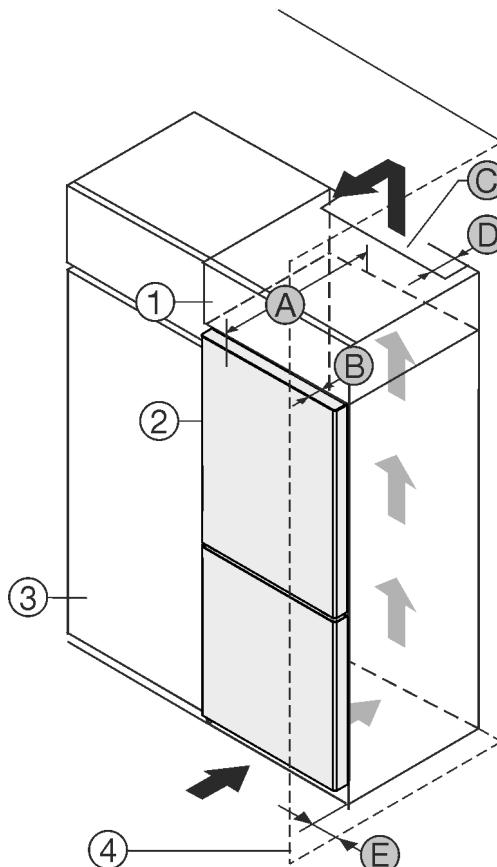

Fig. 1
Prietaisą galite statyti iš karto šalia virtuvės spintelės Fig. 1 (3).
Galinėje uždedamos spintelės pusėje turi likti tarpas ventiliacijai, kurio gylis Fig. 1 (D) būtų per visą uždedamos spintelės plotą.
Po patalpos lubomis turi būti laikomasi vėdinimo angos skerspjūvio Fig. 1 (C).
Jei prietaisas su lankstais statomas greta sienos Fig. 1 (4), mažiausias atstumas tarp prietaiso ir sienos turi būti 13 mm.
Jei prietaisas su lankstais statomas greta sienos Fig. 1 (4), mažiausias atstumas tarp prietaiso ir sienos turi būti 20 mm.
Kad durys atsidarytu iki galo, palyginti su šaldytuvo priekiu, prietaisas turi išsiikisti bent per savo durų gylį Fig. 1 (B). Priklausomai nuo virtuvės spintelii Fig. 1 (3) gilio ir atstumą iki sienos nustatančių detalių naudojimo, prietaisas gali išsiikisti daugiau.